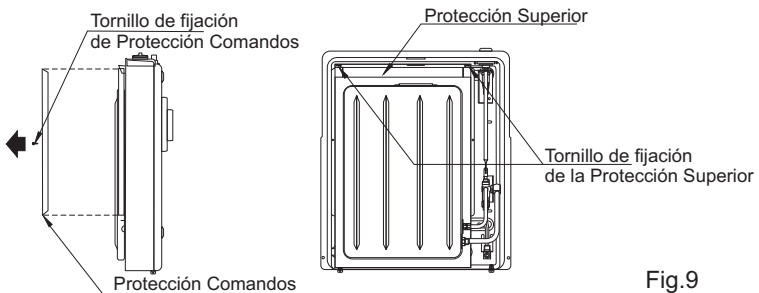

Fig.9
- Retire la Protección de los Comandos y la Protección Superior quitando los correspondientes tornillos de fijación (Fig. 9).